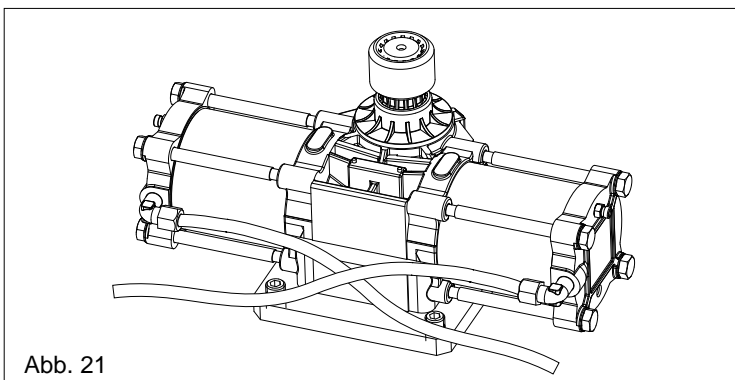
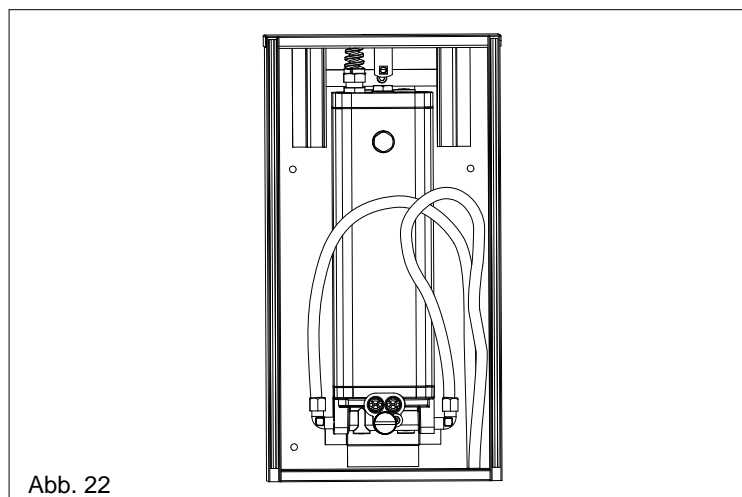
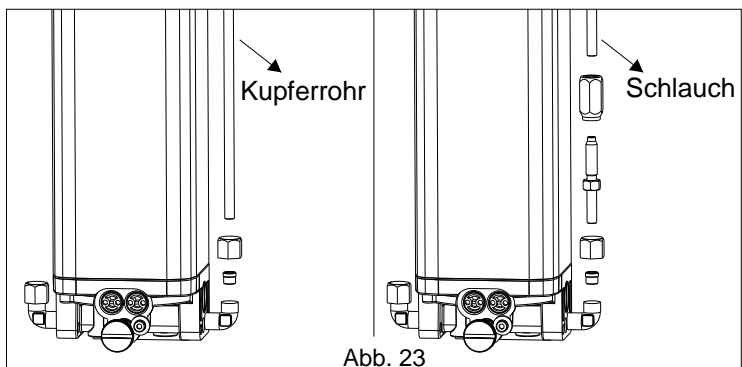

Abb. 21
Abb. 22
Abb. 23
5.1. Die hydraulischen Rohre mit der Hydraulikpumpe und der Welle verbinden (Abb.21, Abb.22, Abb.23).
**12.2.** Die hydraulischen Rohre mit der Pumpe und der hydraulischen Winde verbinden (Abb.21,Abb.22,Abb.23).